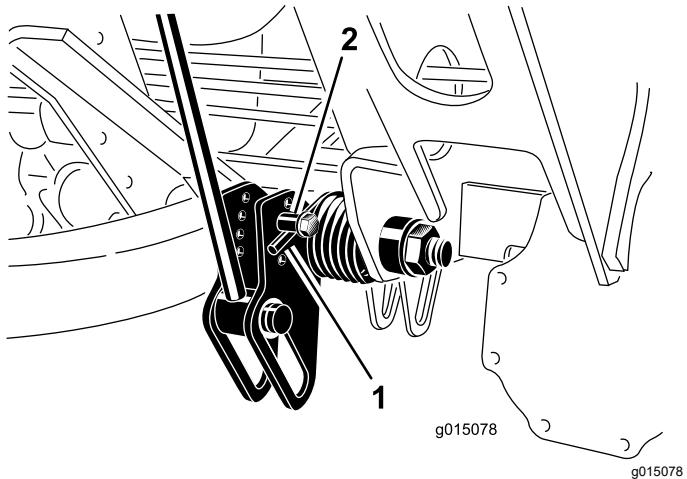

図 40
- 調整作業の最中に、スプリングのテンションが掛からないようにするため、スプリングの長い方の端にパイプなどを通してスプリングの力を殺しておく図 40。
3. スプリングのテンションをなくしたら、スプリングアクチュエータを固定しているボルトとロックナットを外す図 40。